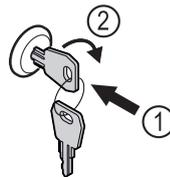

Fig. 175
- ▶ Schlüssel hineindrücken. Fig. 175 (1)
- ▶ Schlüssel um 90° im Uhrzeigersinn drehen. Fig. 175 (2)